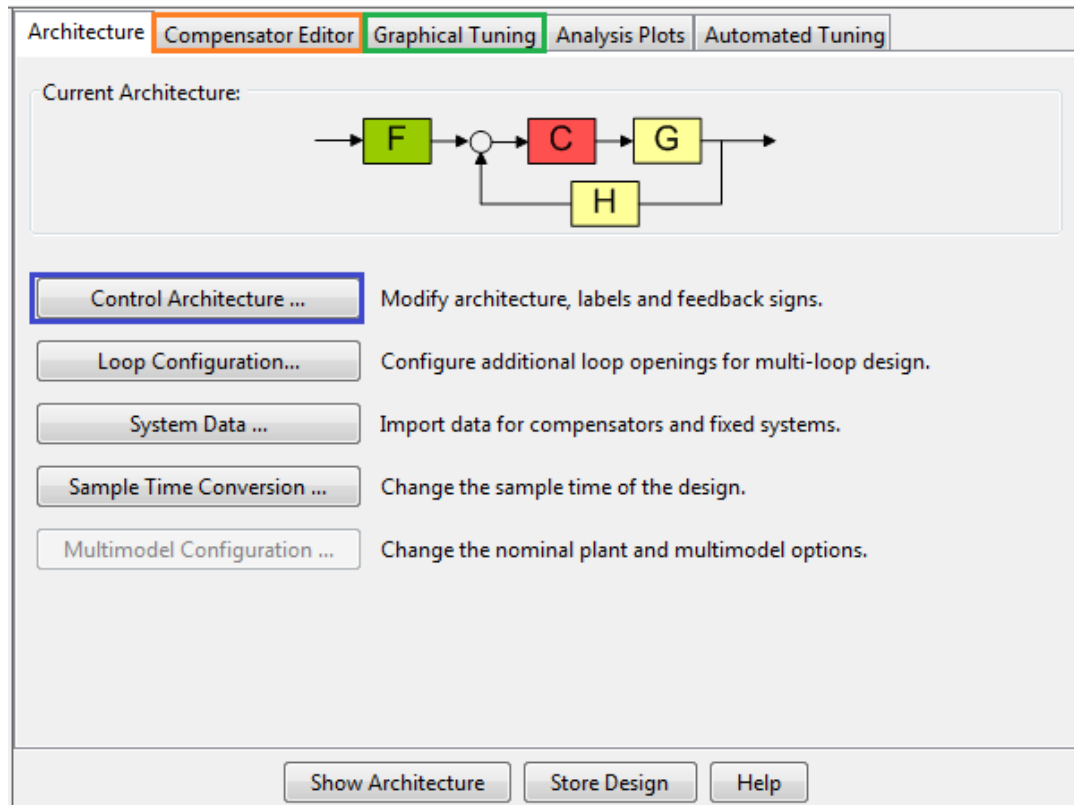
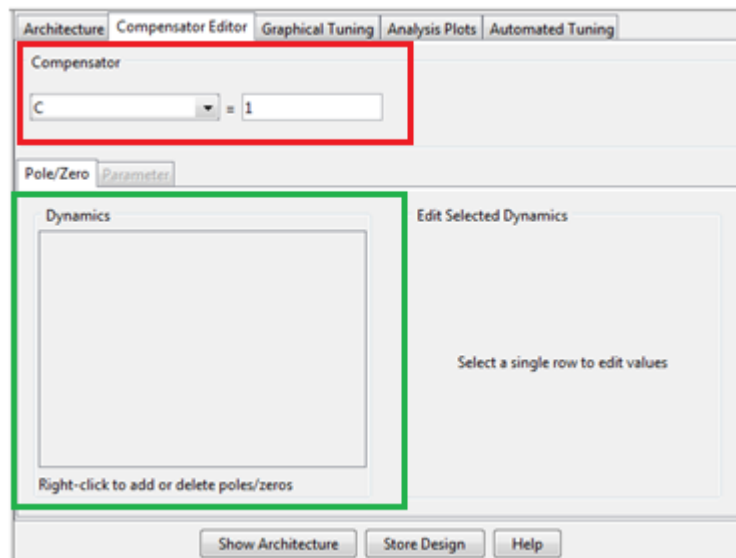

Figura 38. Opción arquitectura de control.
Figura 42. Esquema pestaña Compensator Editor.
- Se abrirá la pantalla principal de la herramienta, escoja la arquitectura para el controlador PID de Velocidad haciendo click en la opción *Control Architecture* recuadro azul Figura 38, se abrirá la pantalla para escoger el tipo de arquitectura.
- En la pantalla principal de Sisotool de click en la pestaña *compesator Editor* recuadro naranja Figura 38. Es el lugar donde numéricamente se procede a cambiar el valor de la constante de proporcionalidad ubicada en la casilla dentro del recuadro rojo de la Figura 42.
- El lugar de las raíces se cambia y se agregan polos y ceros en la casilla Dynamics dentro del recuadro verde en la Figura 42, para crear integradores, diferenciadores, lag, ceros complejos etc.
- En la pantalla principal de Sisotool de click en la pestaña *Graphical Tuning* recuadro verde Figura 38.